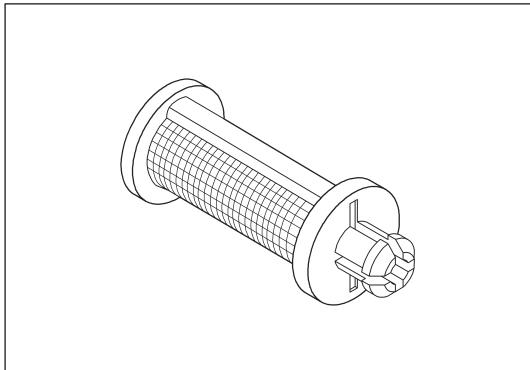

Рис. 12-3-47. Проверка сетчатого фильтра
- » Удалить грязь и проверить сетчатый фильтр на наличие повреждений (см. рис. 12-3-47); если имеются повреждения, заменить его на новый.